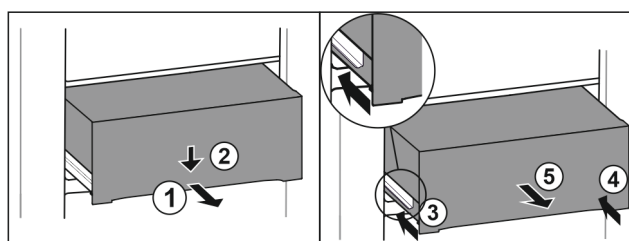

Fig. 102
- Estrarre il cassetto a metà. Fig. 102 (1)
- Premere il cassetto sul lato anteriore verso il basso. Fig. 102 (2)
- Spingere la guida sinistra di circa 2 cm verso l'interno. Fig. 102 (3)
- Spingere la guida destra di circa 2 cm verso l'interno. Fig. 102 (4)
- Rimuovere il cassetto tirandolo in avanti. Fig. 102 (5)